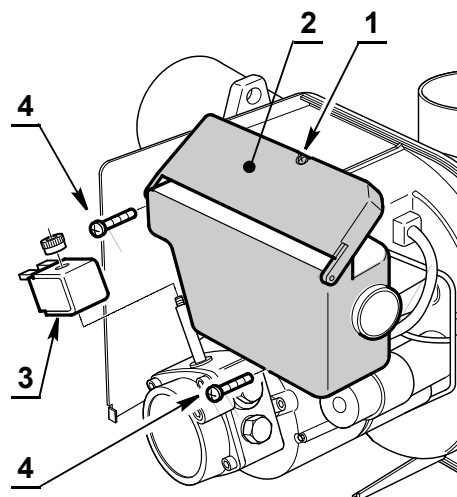

Fig. 13
- dévisser la vis 1)(Fig. 13) et ouvrir la protection 2).